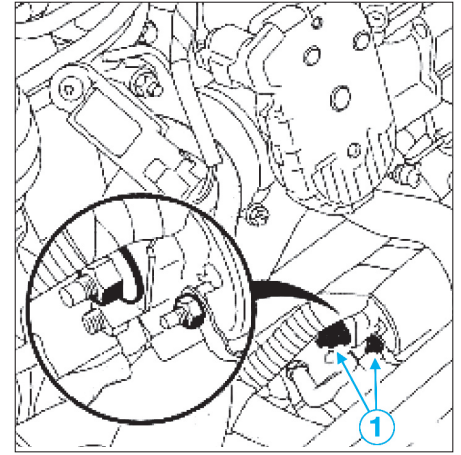

FIG. 14
- Débrancher les connexions électriques (1) du démarreur et la tresse de masse (fig. 14).